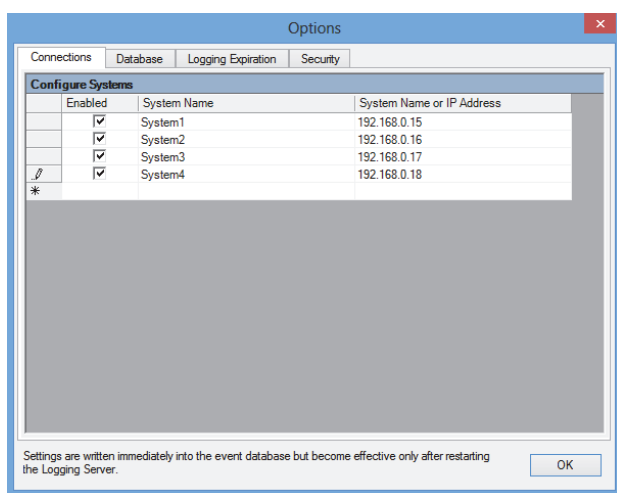

figura 58.8: Aggiungere un sistema (3)
- 3 Fare clic nel campo *System Name or IP Address* e inserire l'indirizzo IP o il nome del controller di rete del sistema a cui il *Logging Server* deve essere collegato. Ad esempio, *192.168.0.18* (vedere figura 58.8).